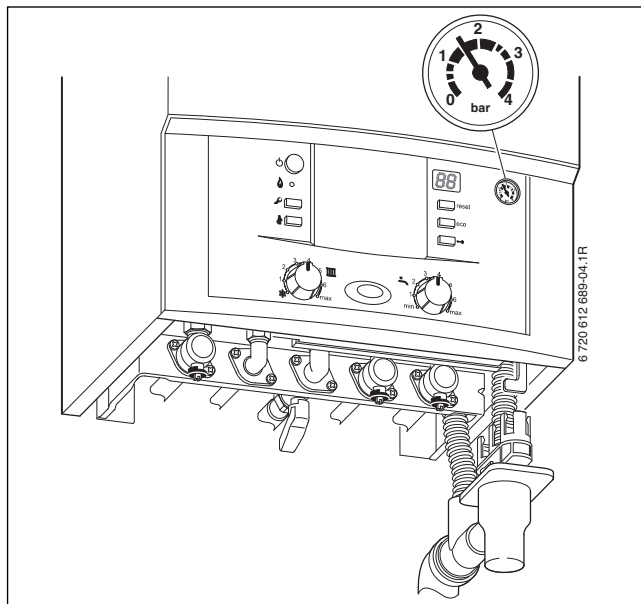

Fig. 5
- ▶ Ad impianto freddo la lancetta del manometro deve trovarsi fra 1 e 2 bar (→ fig. 5).
- ▶ Se la lancetta si trova al di sotto di 1 bar, procedere al riempimento agendo tramite il rubinetto di riempimento (19) fino a quando la lancetta indicherà una pressione compresa tra 1 e 2 bar.
- ▶ Con l'impianto alla temperatura massima di mandata, la **pressione** non dovrà mai superare i 3 bar; qualora ciò avvenisse la valvola di sicurezza scaricherebbe acqua dal tubo (20).